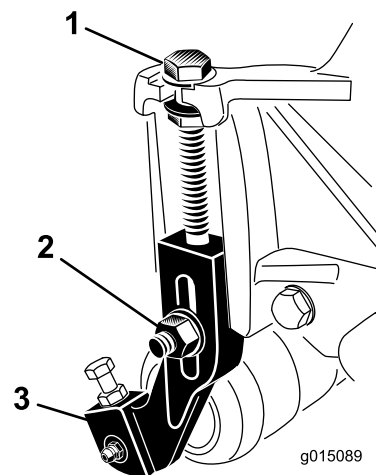

Figura 16
1. Desaperte as porcas de bloqueio que fixam os suportes da altura de corte às placas laterais da unidade de corte (Figura 16).